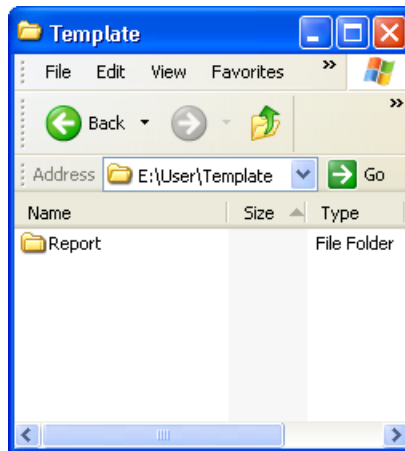

Рис. 7-4 Путь к папке отчета
- b) Создайте папку \User\Template\Report\ (см. Рис. 7-4 на стр. 198), если эта папка еще не создана.